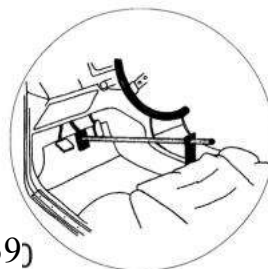

Рисунок 39
17. Установите приспособление для зажима педали тормоза, чтобы заблокировать диск (рис.39).